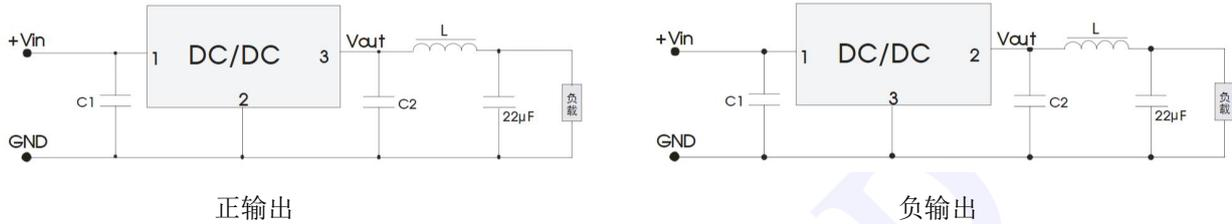

图 4 “LC” 滤波应用电路
4. 此产品不支持热插拔, 输出端不能并联使用。若需要进一步减小输出纹波, 可在输出端外接一个“LC”滤波网络, L 推荐值为 10  $\mu\text{H}$ -47  $\mu\text{H}$ , 如图 4 所示。